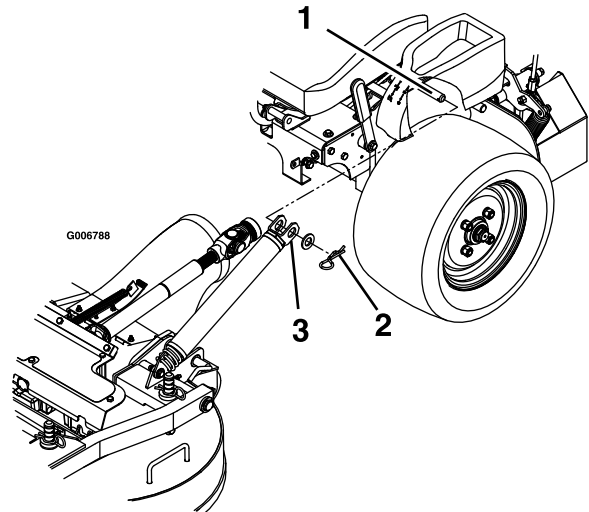

Figure 66
3. Retirez les goupilles fendues et les rondelles sur le haut du ressort d'aide au levage du tablier de coupe de chaque côté de la machine (Figure 66).
8. Placez les ressorts sur les goupilles d'ancrage sous les consoles gauche et droite, et fixez-les avec une rondelle et une goupille fendue (Figure 66).